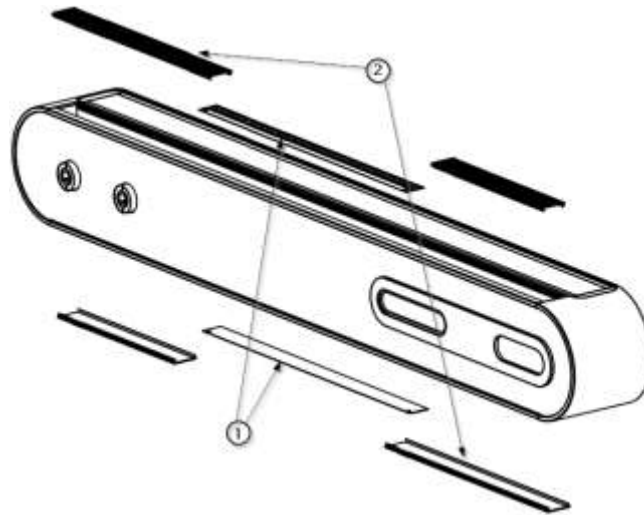

Fig. 2 Verwijderen van diffusors en bovenste en onderste afdekkingen
- Verwijder met behulp van een plat gereedschap de lichtverspreiders ① zoals weergegeven in afbeelding 2 en zorg ervoor dat u de verf van de bovenste en onderste afdekkingen ② niet beschadigt.